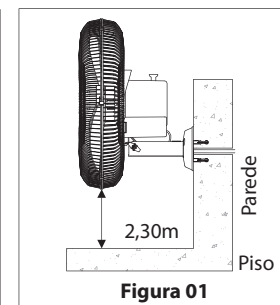

Figura 01
01. Fixe as 3 buchas na parede de modo que o aparelho fique no mínimo a 2,30 m do chão (figura 01), passe os fios pelo furo do suporte de parede e fixe-o com os parafusos 1/4"x55. Seguindo a figura 02, posicione o motor com o cotovelo, alinhando os furos e as esferas de posição, coloque o parafuso francês 1/4". Encaixe a porca 1/4" na borboleta e aperte todo o conjunto de modo que o ventilador não se movimente na vertical. Para fazer a ligação elétrica, de acordo com a figura 03, conecte o fio marrom do ventilador na rede (fase/neutro), o fio azul do ventilador com o fio preto da chave e o fio branco da chave ligar na rede (fase). Acomode o fio de modo que não fique com muita folga e que o ventilador oscile livremente sem esticá-lo.